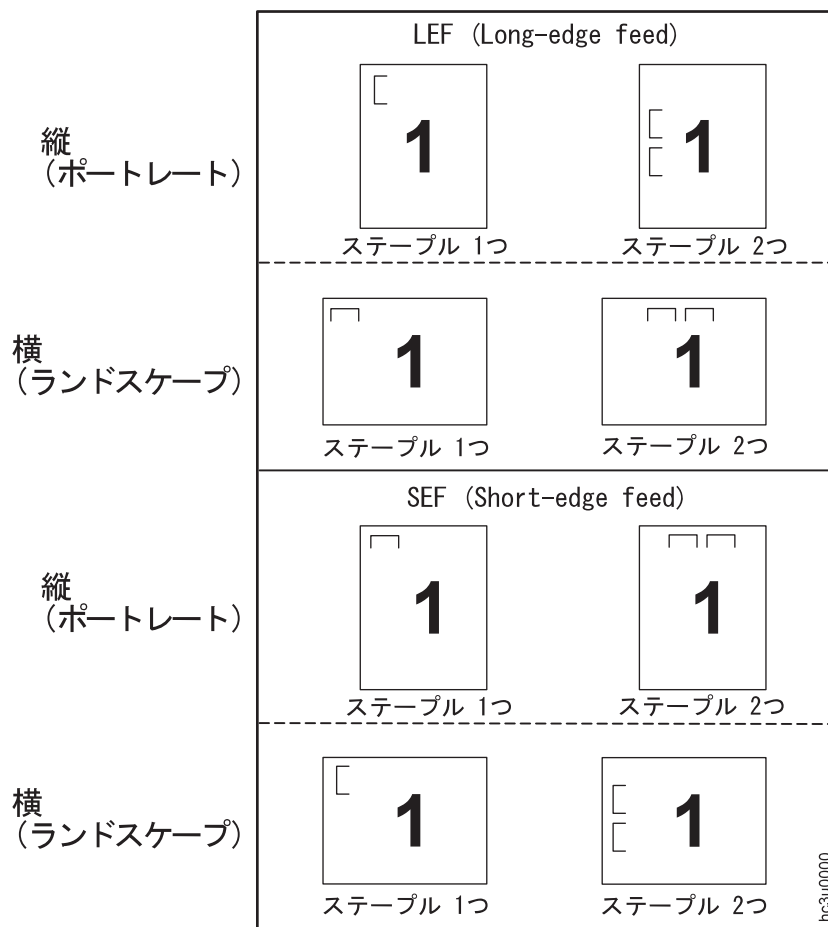

図1. ステープルの位置
3. 102ページの図1を見てください。ステープルにはパターンがいくつかあります。紙のどこかとじられるかは、次の 3 つの要素で決まります。